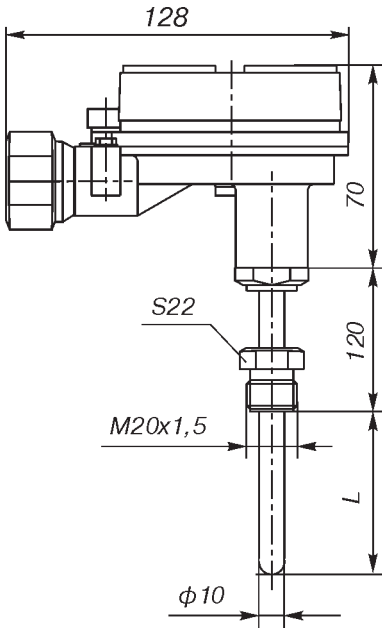

Рис. 7*.
- алюминиевый сплав АК12 (рис.7).
07 по рис.7